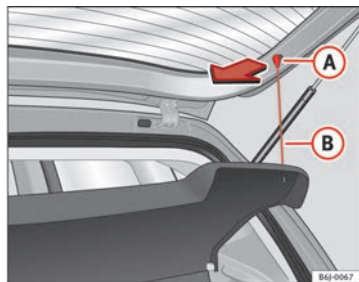

Fig. 90 Bandeja portaobjetos
- Desenganche los tirantes ⇒ fig. 90 (B) de los alojamientos (A).